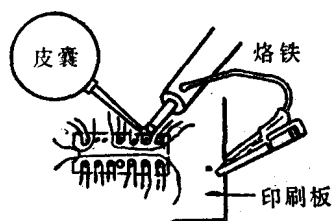

图1—2 用皮囊针管吸焊锡
2. 用一个带有皮囊的针管对准用烙铁熔化了焊锡的集成块脚,如图1—2 所示。用气吹(或吸)走已熔化的焊锡,这样就可使集成块的脚与印制板脱开。注意不要让吹散的焊锡短路其它部位。